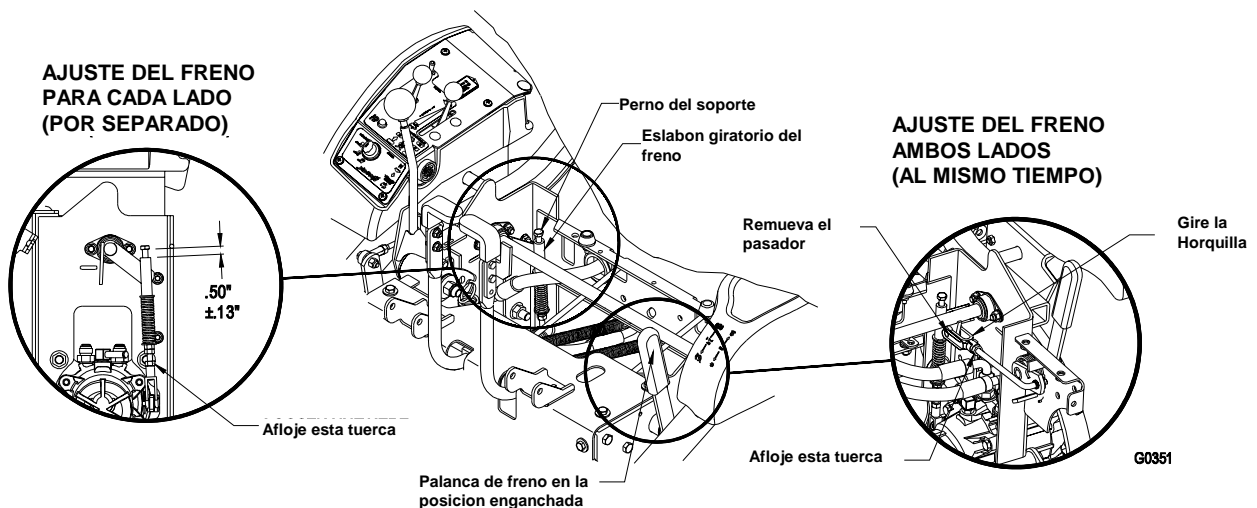

FIGURA 12
- Debe haber un espacio entre la parte de abajo de la cabeza del perno y la superficie de arriba del eslabon giratorio, como se muestra en la Figura 12. si no existe un espacio, ajuste los acoples, como se muestra, a un espacio máximo de $0.5" \pm 0.13"$ (1.3 cm \pm 0.33 cm).
- Se pueden ajustar ambos frenos de manera simultanea alargando o acortando los acoples, como se muestra en la Figura 12.